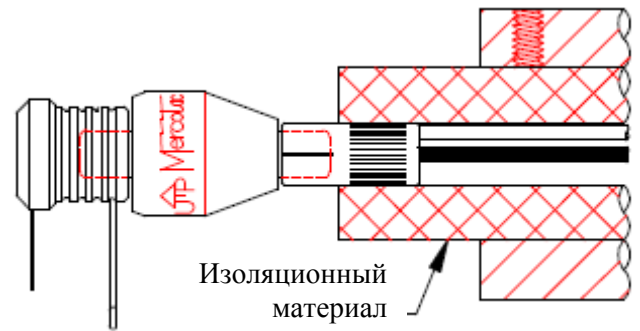

Рис.5 Термоизоляция
7. Соединитель содержит пластиковые элементы, чувствительные к нагреву. Перегрев может привести к снижению ресурса соединителей, и даже выходу из строя. При необходимости используйте термоизоляцию. Предел нагрева соединителя 60°C (Рис.5).